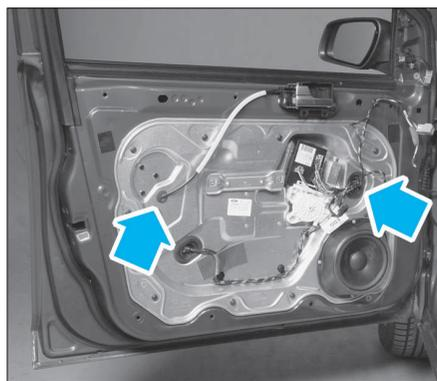

FIG. 56
- les 2 caoutchoucs de protection (Fig.56).
- Monter ou descendre la vitre pour aligner les vis de fixation avec les trous (Fig.56).